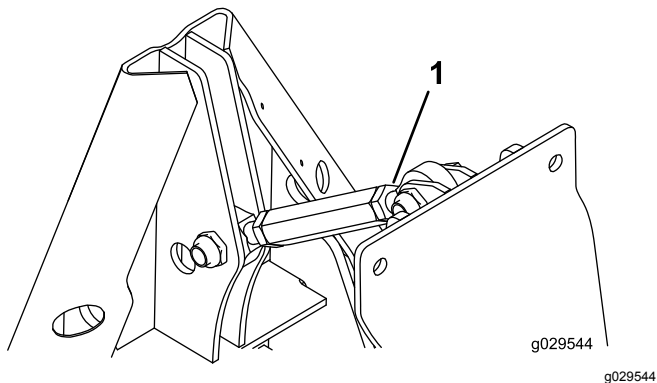

Figure 34
1. Desserrez les écrous de blocage sur la biellette filetée (Figure 34).
2. Tournez le tube hexagonal pour obtenir l'angle voulu (Figure 34).
3. Serrez l'écrou de blocage pour bloquer le réglage (Figure 34).